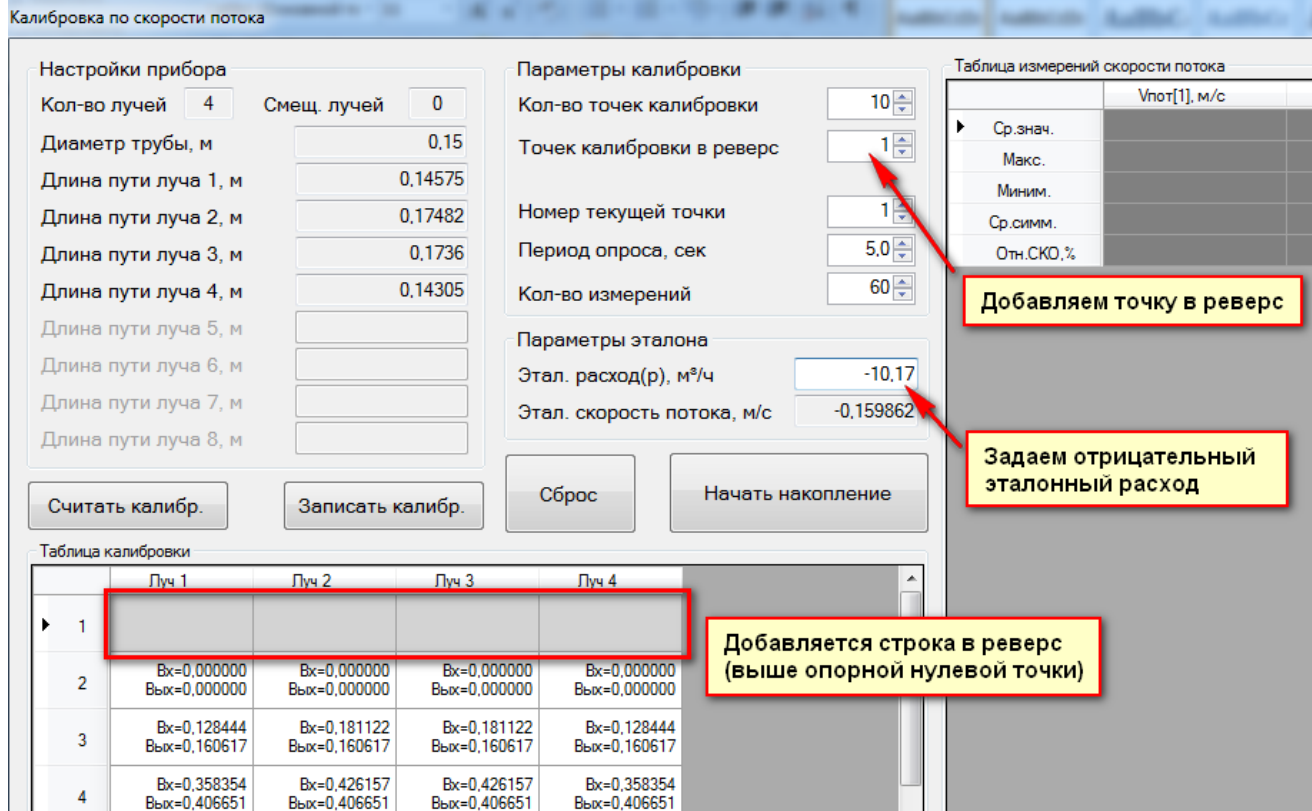

Рисунок 3.5 – Калибровка на реверсивном потоке
- В окне калибровки добавить точку калибровки в реверс, задать отрицательный эталонный расход и начать накопление измерительных данных (Рисунок 3.5).